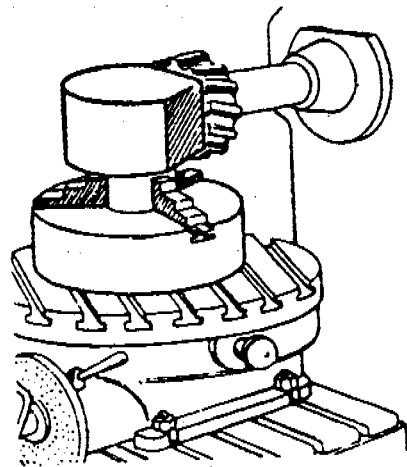

Figura 5
2. En una forma similar se pueden obtener superficies planas en ángulo, montando el material sobre otro accesorio llamado mesa circular. El material se monta directamente sobre la mesa circular o a través de un plato universal ( Figura 5 ).